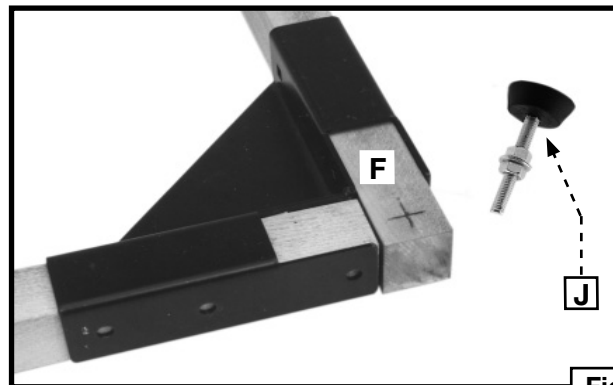

Fig. 9
- Du même côté de la base où sera fixé le support pivotant, mesurer 19 mm (3/4 po) de l'extrémité et du côté des deux planches latérales (F) fig. 9 (soit les bouts sans les roues). Marquer les emplacements où seront percés les deux trous de 11,1 mm (7/16 po) qui recevront les deux pieds de nivellement dont une est illustrée en (J).